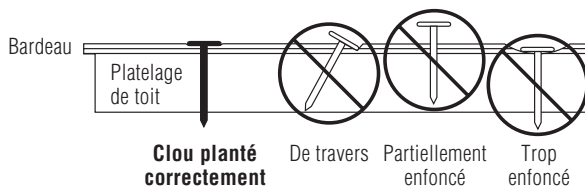

Figure 8-1 : Clouage des bardeaux à trois languettes en bande.
- ◆ Plantez les clous à angle droit; la tête du clou doit affleurer avec la surface du bardeau et ne jamais pénétrer dans le bardeau (Figure 8-1).